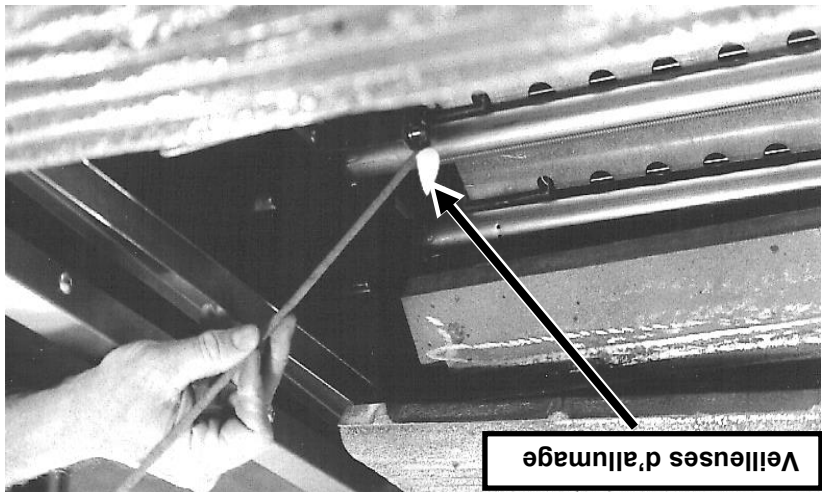

FIG. 6
- Allumez les veilleuses à l'aide d'une tige pour allumer les bougies. Voir Fig. 6. Réglez la vis de la soupape de la veilleuse jusqu'à ce que la flamme de la veilleuse ait une légère pointe jaune.